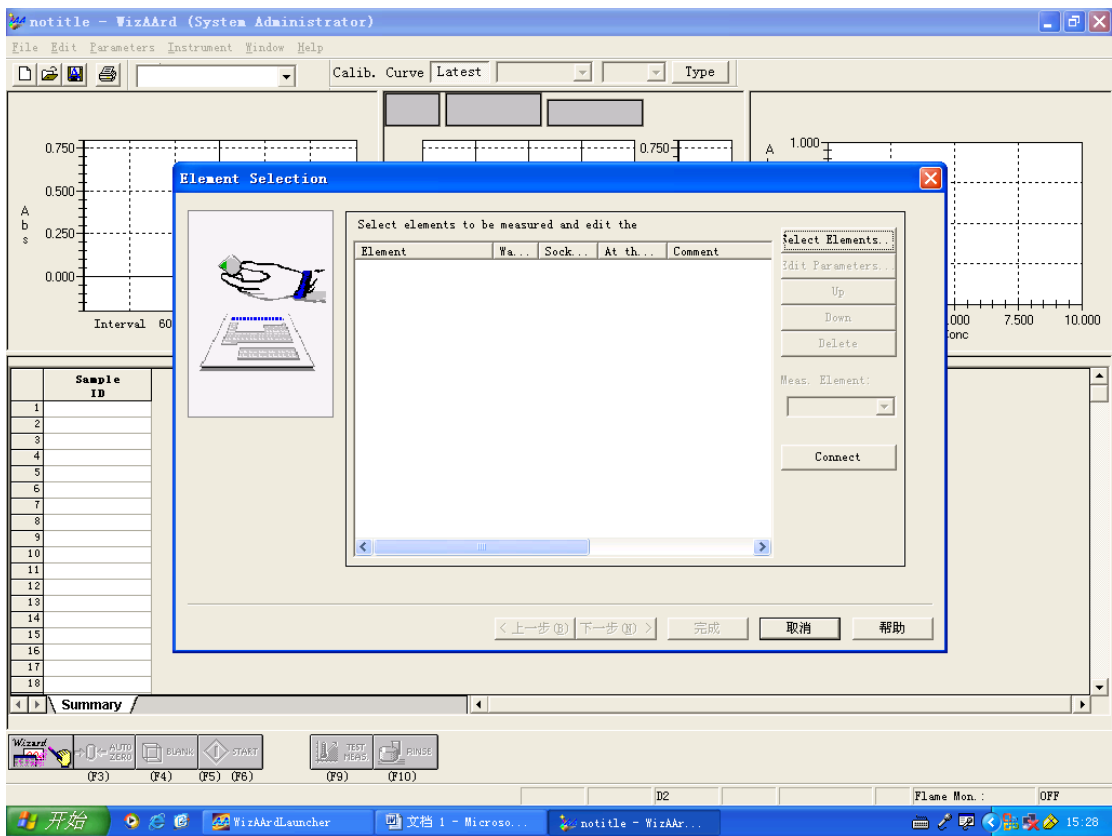

图 2-1
- 1、选择待测元素：选择图 2-1 中的 **Select Elements...**，显示图 2-2，可以通过直接输入元素符号，也可以通过元素周期表进行选择。选择好元素以后，同时设置好测定元素的测试方式，选择元素灯的类型，是否使用自动进样器等。可以同时选择多个测量元素，并通过画面左边的按钮对已经选择的元素进行添加和删除管理。然后按确定按钮，显示图 2-3